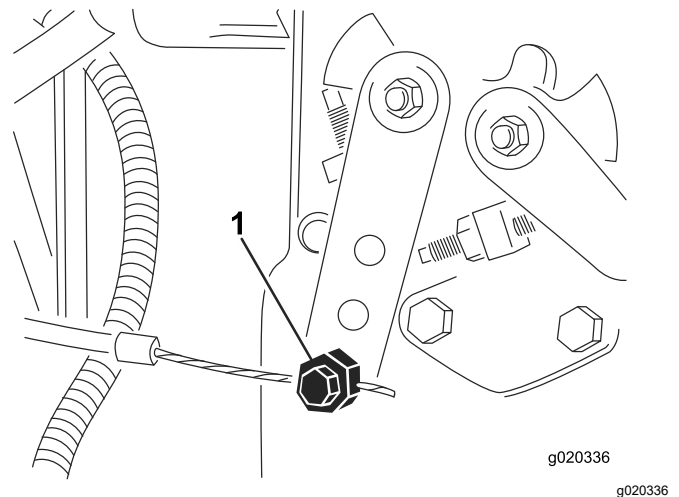

Bild 78
3. Lockern Sie den Anschluss des Bowdenzugs am Arm der Einspritzpumpe (Bild 78).